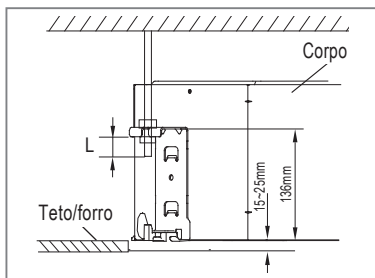

FIG. 14
- Ajuste a posição da unidade para garantir um espaçamento por igual entre e os lados e o teto/forro. A parte inferior da unidade deve ter uma diferença de altura entre 15mm e 25mm (Fig. 14) em relação ao teto.